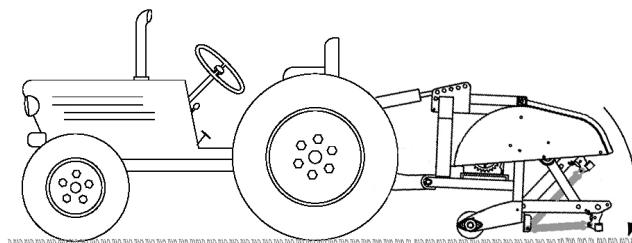

Figura 13
4. Baixe completamente o arejador até ao solo e expanda completamente o cilindro da articulação superior hidráulica ou a articulação superior (Figura 13).